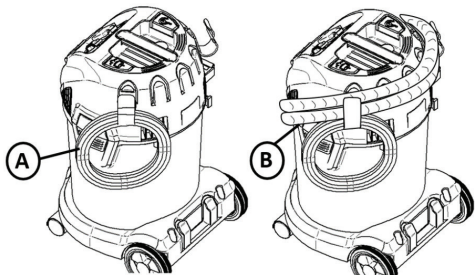

Fig. 22
Para máquinas sin enrollador de cable, el cable (A) se puede colgar en el gancho, ver fig. 22. Estos ganchos también pueden utilizarse para almacenar la manguera (B), enrollándola alrededor de la máquina.